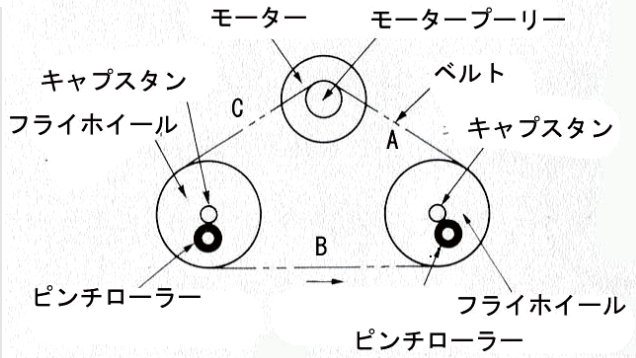

図58-4 2000シリーズのキャプスタン駆動
(3) HiFi用としてはユニークな機構、ワン・モーター、ツー(ツインともいう)キャプスタン方式を採用している(図58-4、詳細は後述)。
2 キャプスタン式では、テープが左から右に動く場合、主として右側のキャプスタンでテープを駆動し、左側のキャプスタンはわずかに回転を遅らせてテープに張力を与えている。普通ピンチローラーのキャプスタンに対する圧着力を変えるか、キャプスタンの軸径を変えている。これでリバース再生を行おうとすると、左右キャプスタンとピンチローラーの条件を切り変えなければならない。アンペックスは左右キャプスタンの径もピンチローラーの圧着も同じにし、図 58-4 に示すよう、1 本の細いベルト(シリコンラバー)でモータープーリーとそれぞれキャ